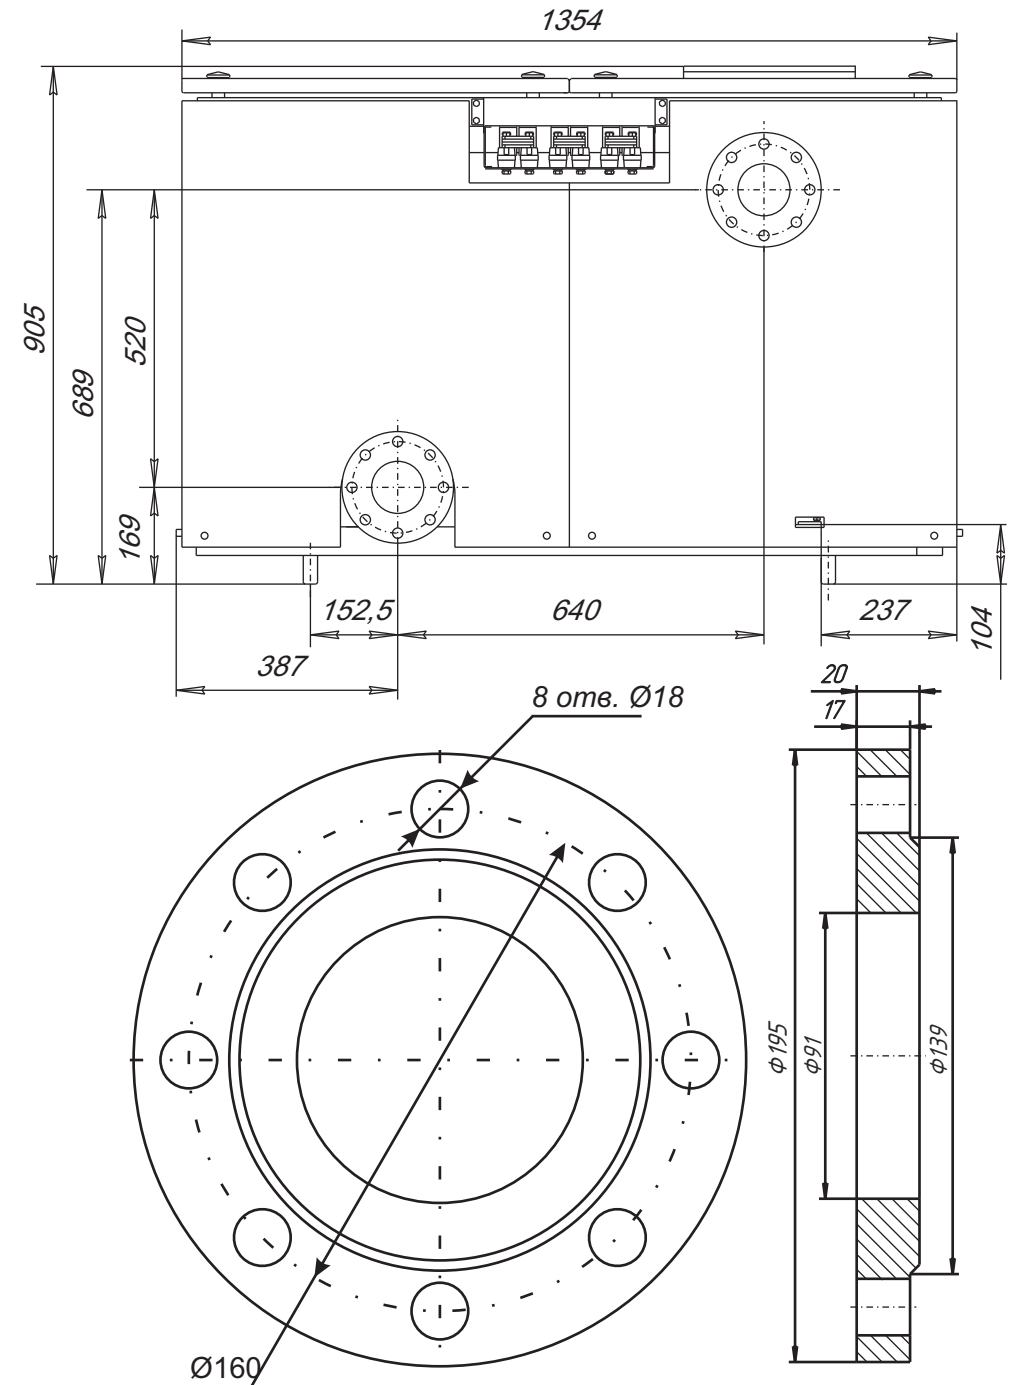

Рис. 4 Вид сзади
4.1.9 Фланцы (Рис.4) входят в комплект поставки и служат для подключения прибора к системе отопления.
4.1.10 Габаритные и присоединительные размеры прибора приведены на Рис.4, 5.
- 16 Екатеринбург, "Сантехклуб", тел. (343) 379-98-99
- 17 Екатеринбург, "Предприятие "ТАЭН", тел. (343) 222-79-97